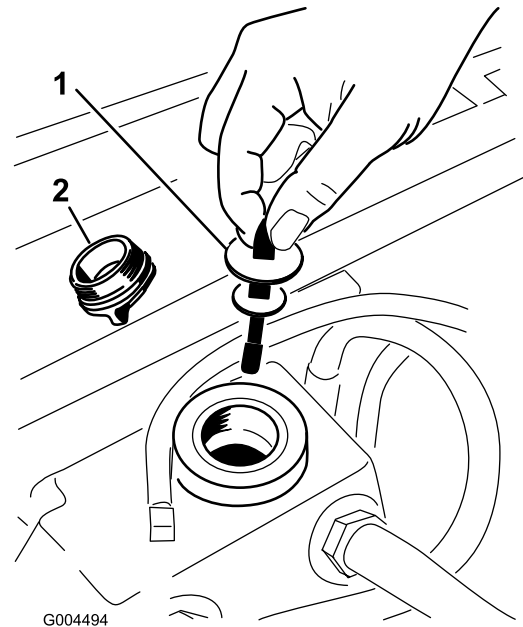

Figura 57
5. Retire el tapón de llenado de aceite hidráulico del cuello de llenado (Figura 57).
6. Retire la varilla y límpiela con un paño limpio (Figura 57).
7. Inserte la varilla en el cuello de llenado; luego retírela y compruebe el nivel del fluido (Figura 57).